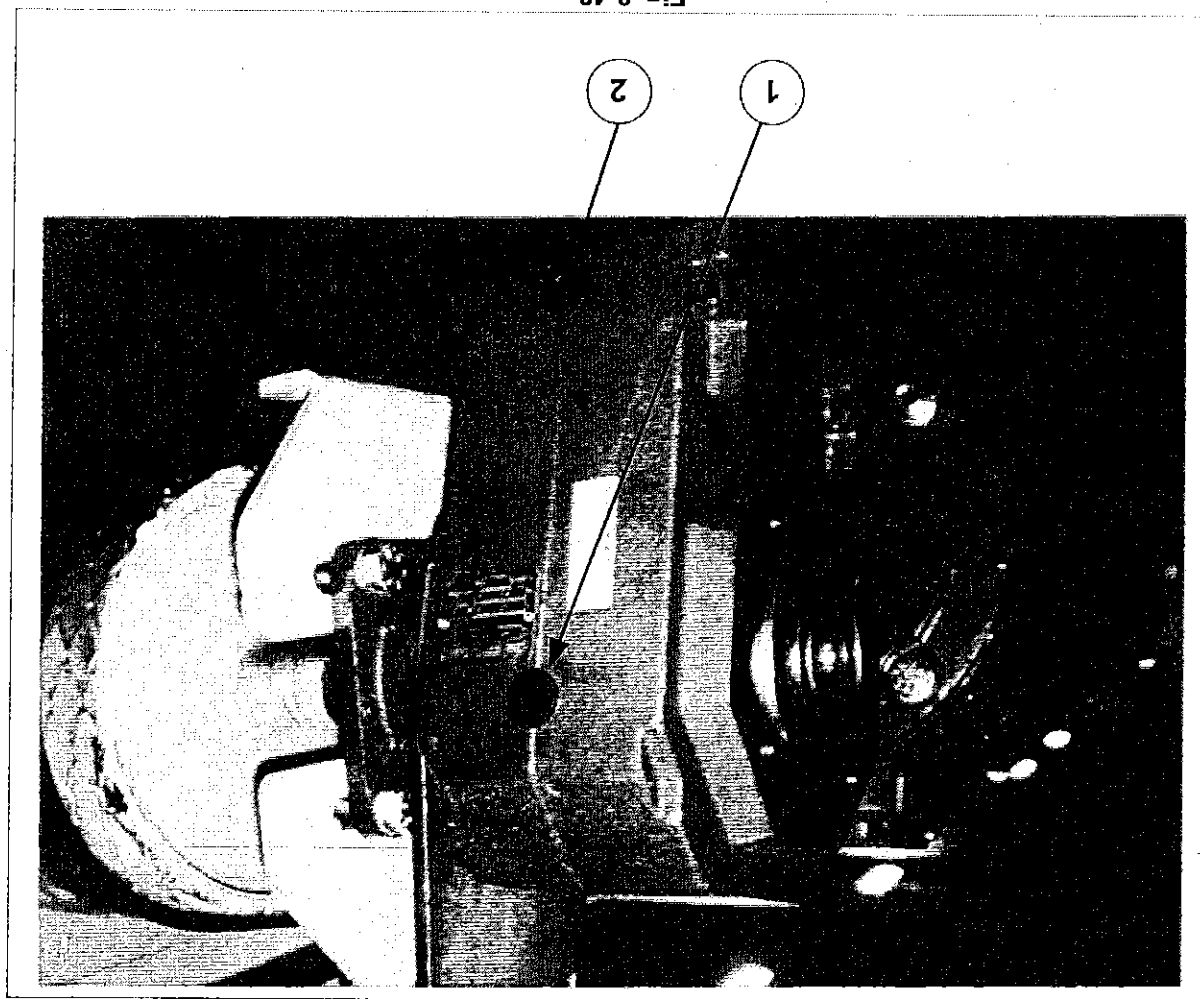

Fig. 8-48
- Verificare il corretto livello dell'olio attraverso il tappo spia 1 di fig. 8-48.
- Se necessario rabboccare attraverso il tappo spia 1 di fig. 8-48.